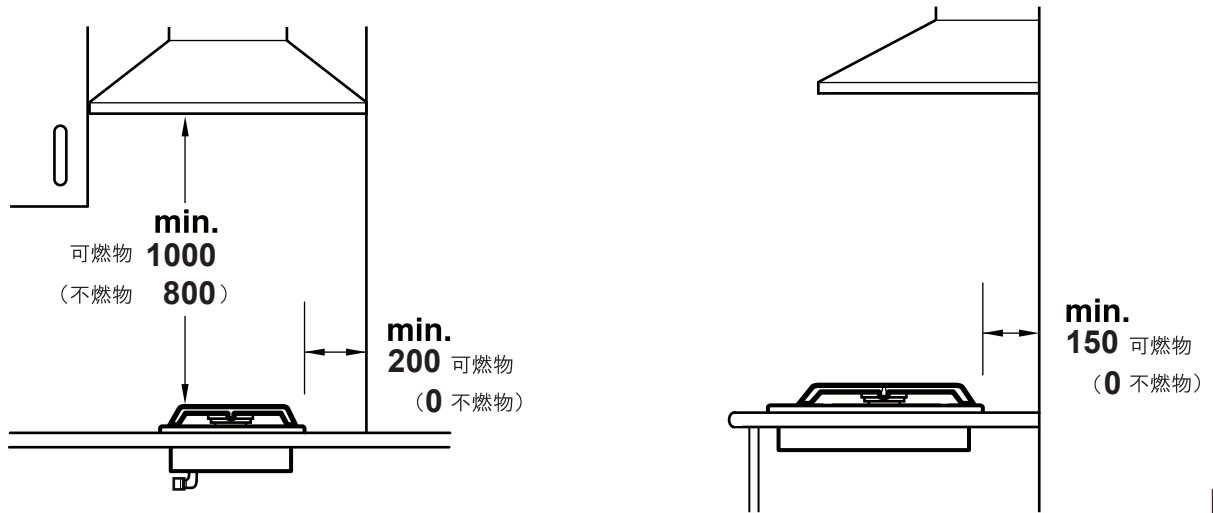

図 2
※図 2 は一般財団法人日本ガス機器検査協会の指針に基づく周囲からの離隔距離 (参考図) となります。
1. 機器背面のガス管接続口に付属のエルボ管を取り付けて下さい。(図 2)